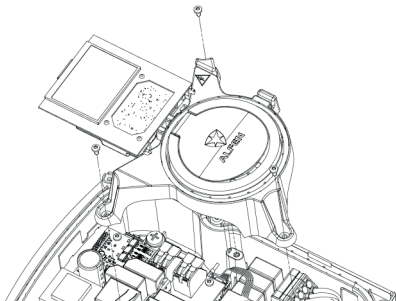

Abbildung 6: Hilfsrahmen abnehmen
8. Entfernen Sie den transparenten Hilfsrahmen, indem Sie die drei Torx T20 Schrauben lösen. Siehe Abbildung 6.